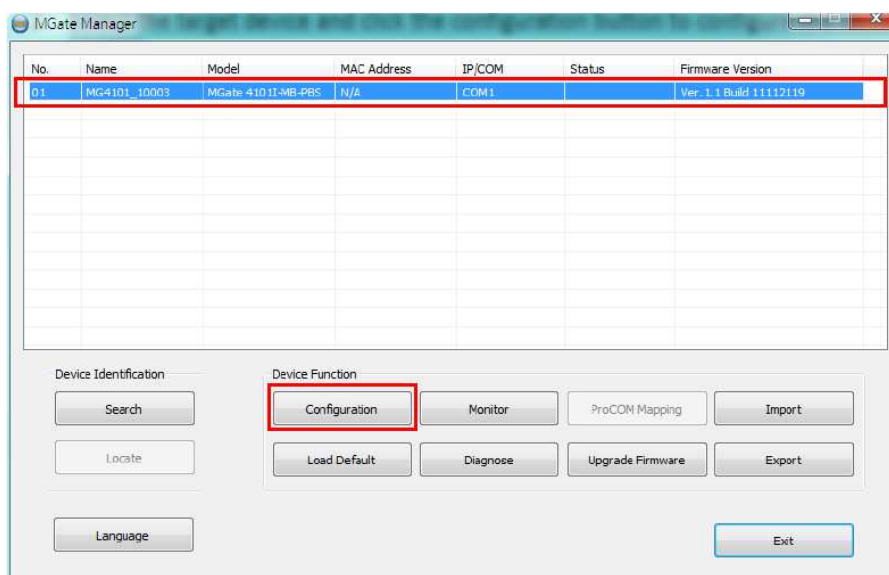

Рис.30
2.1.3 Для настройки устройства, после того, как оно будет найдено, выделите его и нажмите кнопку **Configuration** (Рис.30):